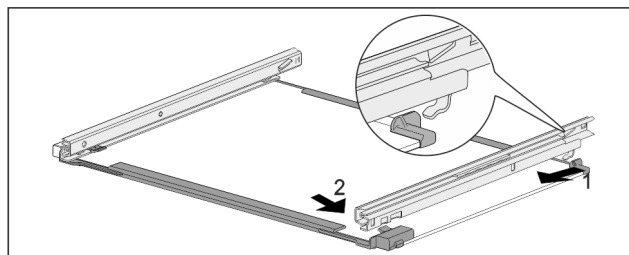

Fig. 134 Стеклаянная пластина с направляющими
- ▶ Зацепите направляющую сзади. Fig. 134 (1)
- ▶ Защелкните направляющую спереди. Fig. 134 (2)